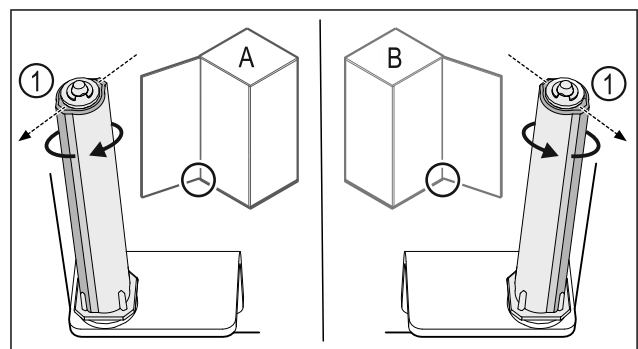

Fig. 33 Розкриття ліворуч (A) / Розкриття праворуч (B)
- ▶ Систему закриття повертати проти опору доки перемичка системи закриття Fig. 33 (1) не покажуватиме назовні.